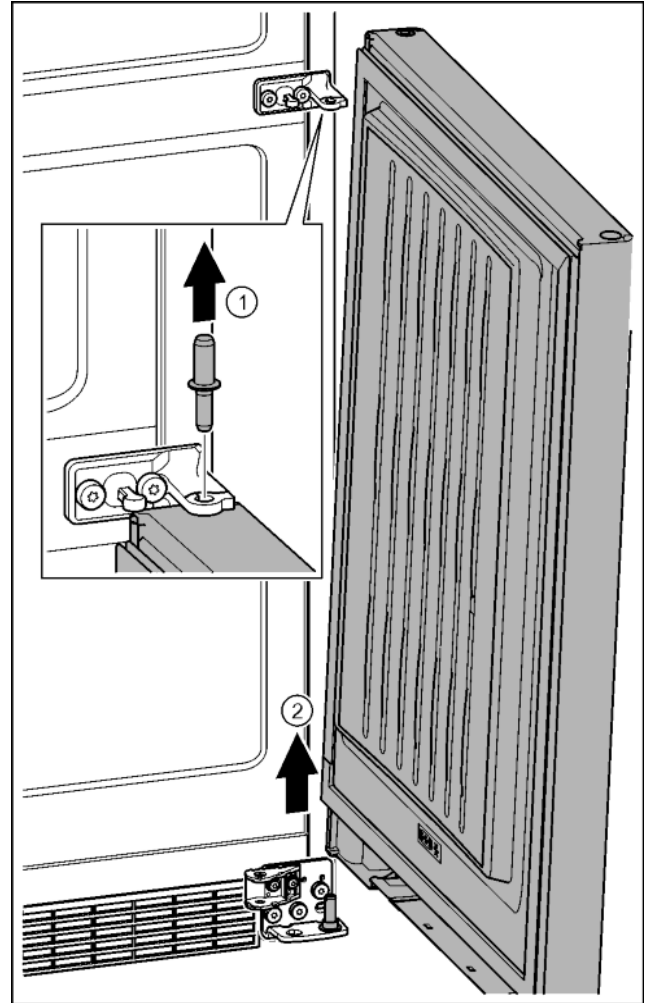

Fig. 24
- ▶ Sortir le boulon par le haut. Fig. 24 (1)
- ▶ Faire basculer la porte vers l'extérieur, la tirer vers le haut et la mettre de côté. Fig. 24 (2)